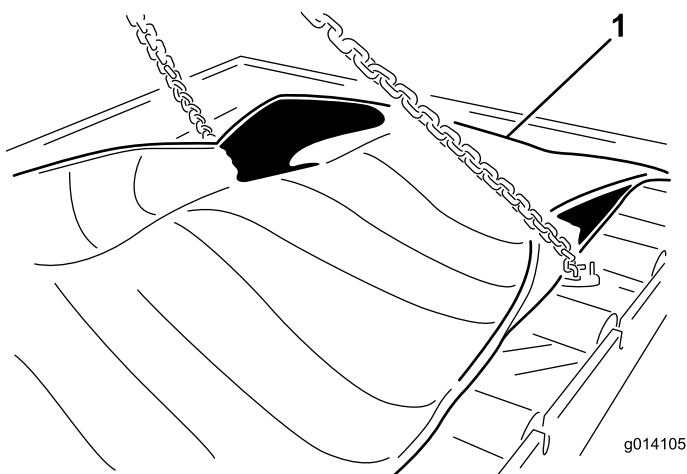

Figura 48
23. Retire los 24 pernos para liberar el casete (Figura 48).